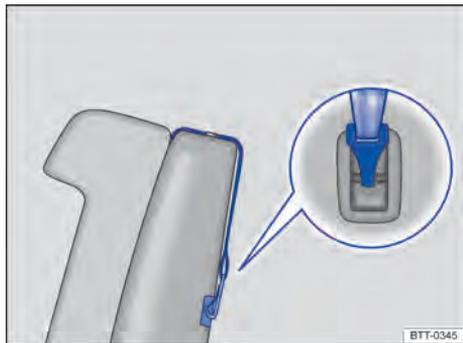

Fig. 36 Ejemplo de un cinturón de fijación superior abrochado.
- Si se provee junto con el asiento para niños, coloque el cinturón de fijación superior (Top Tether) del asiento para niños entre el respaldo del asiento trasero, fijándolo al terminal de enganche que se encuentra en la parte posterior del respaldo del asiento → fig. 36.